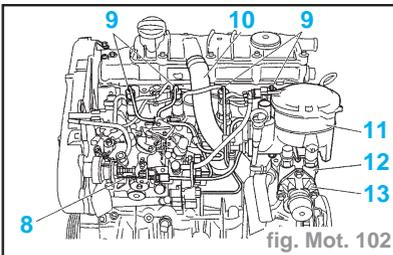

fig. Mot. 102
- Déposer (fig. Mot. 102) :
- le câble de ralenti accéléré (8)
- le filtre à gazole (11) (cuve + filtre)
- le couvercle (13)
- le boîtier de sortie d'eau (12)
- les tubes haute pression d'alimentation des injecteurs diesel (9)
- la durite de dégazage (10)